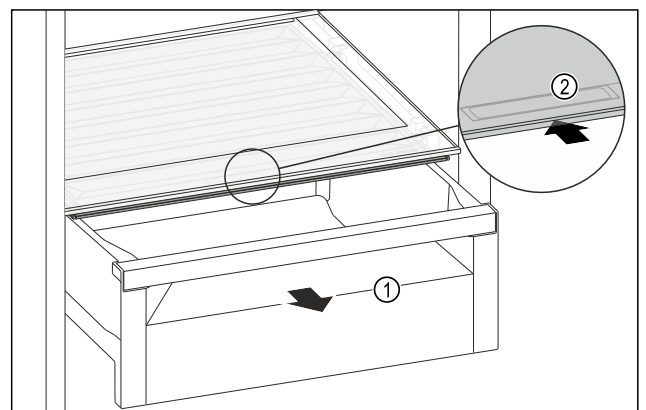

Fig. 111
- Schuifvak Fig. 111 (1) uittrekken.
- Greeplijst Fig. 111 (2) op het vakdeksel vastpakken en het vakdeksel gelijktijdig naar achteren schuiven.